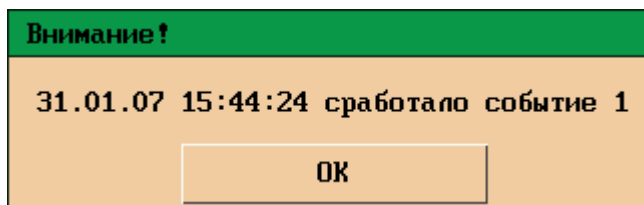

Рисунок 43 – Сообщение для квитирования события
5.9.10 Программой прибора предусмотрена возможность организации квитирования событий. Функция активируется флажком «квитирование». После срабатывания события на экране прибора появится сообщение, содержащее: дату, время, номер и имя сработавшего события (см. рисунок 43). Данное сообщение останется на экране до тех пор, пока оператор не уберет его нажатием кнопки «ОК».